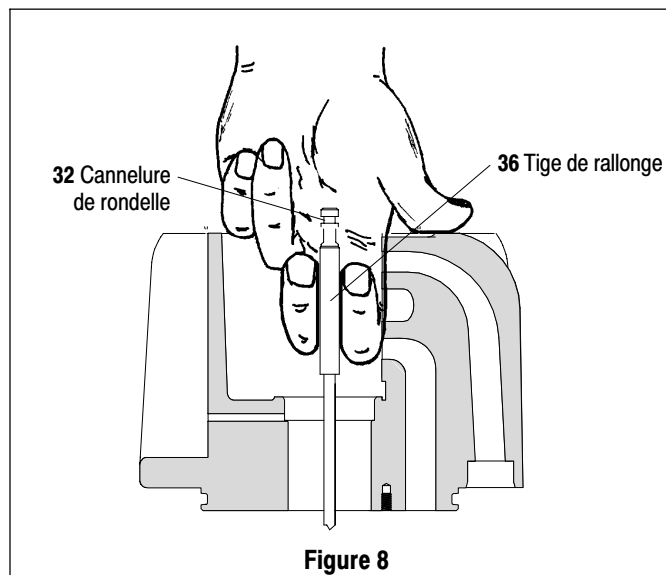

Figure 8
1. Placer le piston du moteur en position montante. Ainsi, pousser la tringle (48) vers le haut du moteur pneumatique.
2. Retirer quatre vis (1) du déflecteur (2).
3. Retirer le déflecteur (2).
4. Retirer six vis (3) du couvercle (8) du moteur pneumatique.
5. Retirer le couvercle (8) du moteur pneumatique et le joint d'étanchéité (10).
6. Desserrer quatre (4) vis (qui retiennent la plaque porte-clapet (12) et le guide de clapet (9)) jusqu'à ce que le guide de clapet (9) puisse être retiré en tirant vers le haut (consulter la figure 8).
17. Tirer l'adaptateur (38) vers le haut jusqu'à ce qu'il soit tendu et saisir la tige de rallonge (36) avec les doigts, tel qu'illustré à la figure 8. Saisir la tige de rallonge (36) en tenant celle-ci sous l'adaptateur (38). Maintenant, pousser l'adaptateur (38) vers le bas en l'appuyant contre la tige de rallonge (38) et retirer la rondelle (32) de la tige de rallonge (36). Maintenant, retirer l'adaptateur (38).
18. Retirer la rondelle (17) et la coupelle en U (20) de l'adaptateur (38).
19. Retirer les quatre écrous (47) des quatre boulons (42).
20. Retirer quatre boulons (42).
21. Retirer la culasse (19) et disposer sur l'établi de manière à orienter vers le bas le côté du couvercle (8) pour permettre à la rondelle (40) de sortir de son logement.
22. Retirer le joint torique (21) de la culasse (19).
23. Retirer quatre vis (22) du presse-étoupe (39) afin de retirer le pres-
- se-étoupe de la culasse (19).
24. Retirer les joints toriques (16 et 41) du presse-étoupe (39).
25. Retirer le tube (29) du socle (30).
26. Retirer deux joints toriques (18) du tube (29).
23. Faire glisser la rondelle (40) sur la tige de rallonge (36).
24. Tirer la tige de rallonge (36) vers le haut et la saisir avec deux doigts (consulter la figure 8).